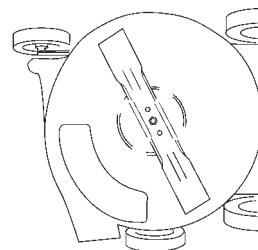

Figure 18
3. Basculez la tondeuse sur le côté **droit** (filtre à air vers le haut) (Fig. 18).
2. Basculez la tondeuse sur le côté **droit** (filtre à air vers le haut) (Fig. 18).